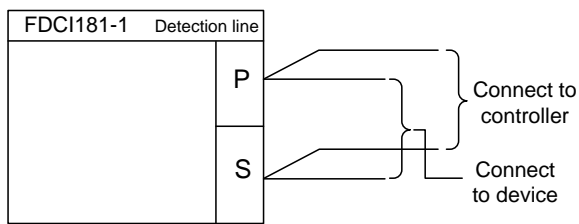

Fig. 5
1. Conecte os cabos aos terminais de acordo com a Fig. 5/6.